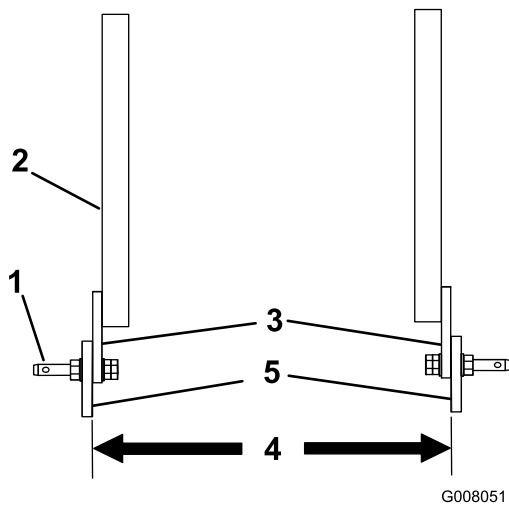

Figura 3
- Si la distancia entre las pestañas de montaje inferiores del aireador es de entre 66,7 y 71,4 cm (ProCore 864), coloque los pasadores de enganche en los brazos de apoyo con las pestañas de montaje por fuera, según se muestra en Figura 3